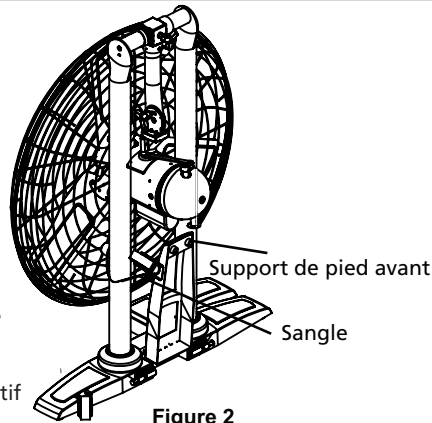

Figure 2
Voir les Figures 2 à 9.
1. Déballez le ventilateur du carton d'expédition. Coupez la sangle qui retient le support de pied avant pendant l'expédition. Voir la Figure 2.
2. Repositionnez le support de pied avant sur une surface plane et de niveau. Voir les Figures 2 et 3.